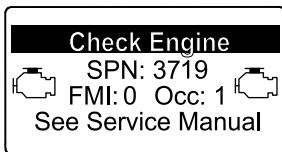

Figura 52
- Avvertenza motore SPN 3719, FMI 0 (Figura 52)